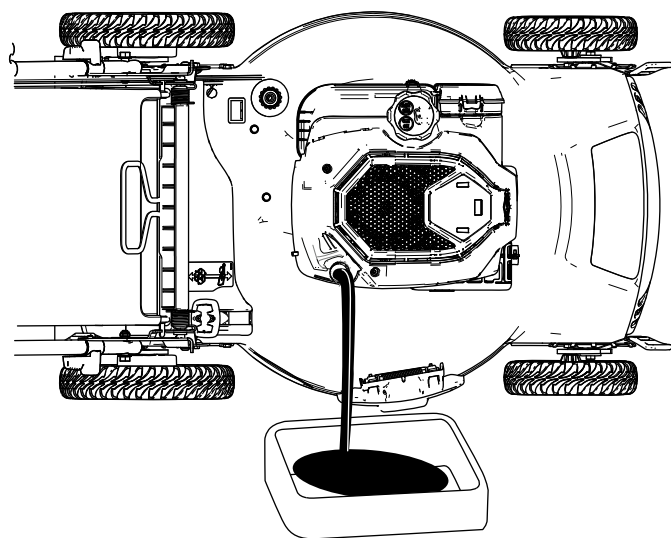

Figura 28
4. Înclinai mâna pe o parte (astfel încât filtrul de aer să fie orientat în sus) pentru a scurge uleiul uzat din tubul de umplere cu ulei (Figura 28).